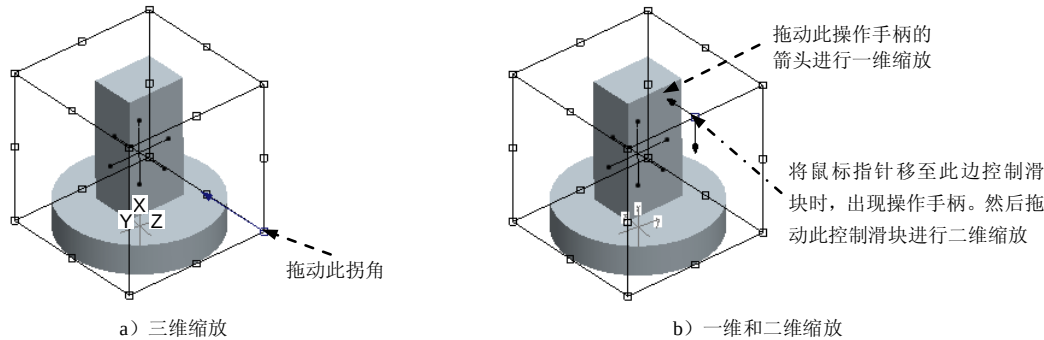

图 5.2.4 “缩放”操作
- ☒ 三维缩放操作：用鼠标拖动背景对**罩框**的某个拐角，如图 5.2.4 a 所示，可以